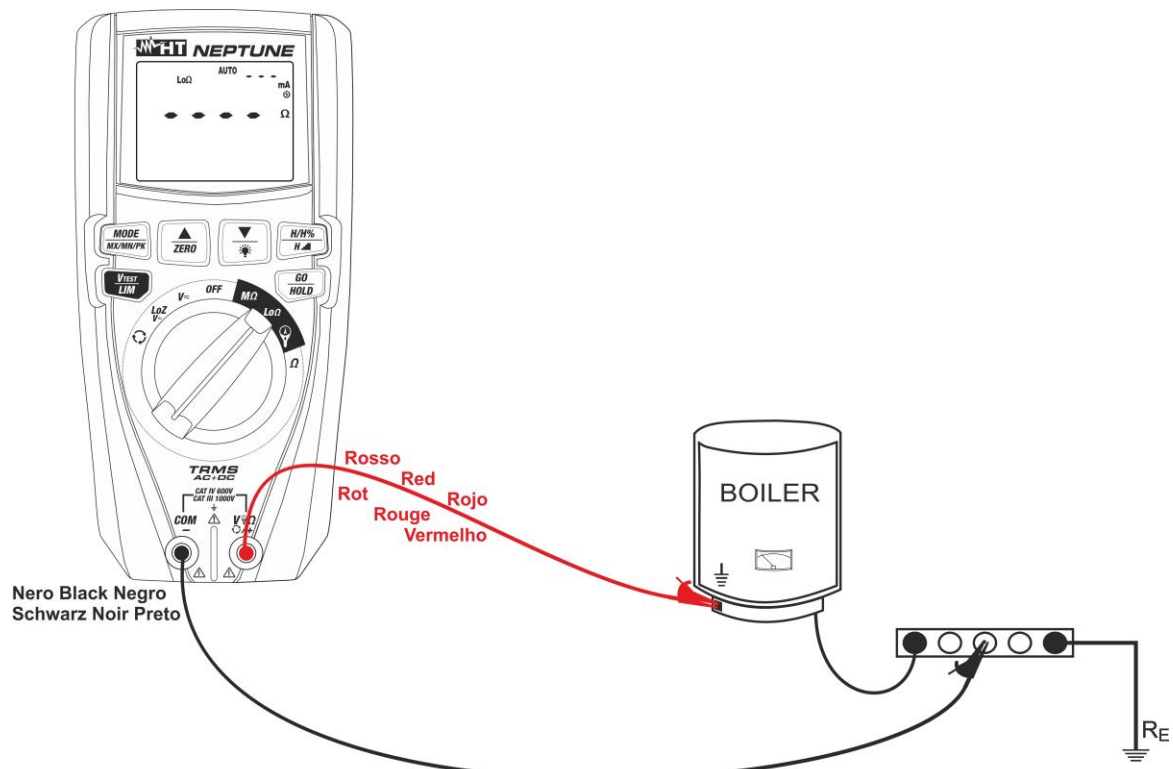

Fig. 25: Uso dello strumento per misura continuità in modo AUTO
7. Inserire il conduttore rosso nel terminale di ingresso **V Ω ☉/+** e il conduttore nero nel terminale di ingresso **COM/-** e collegare lo strumento all'impianto in esame (vedere Fig. 25)